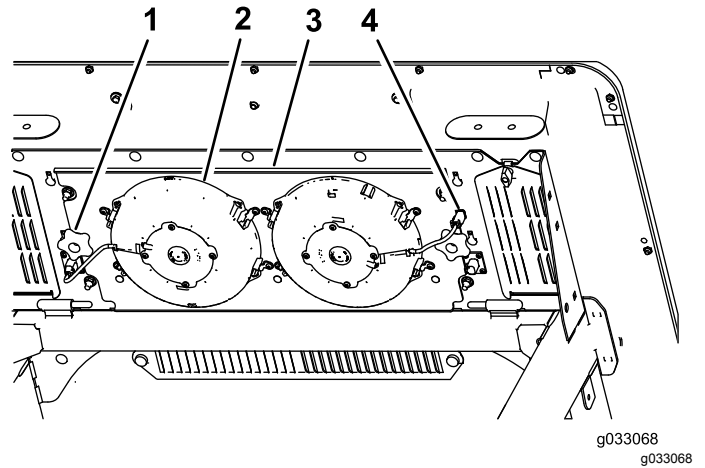

Figure 95
- Languette (4)
- Débranchez le connecteur et le câble d'alimentation des ventilateurs de la prise (Figure 95).
- Bouton (2)
- Ventilateur (2)
- Connecteur et câble (2)
- Retirez les 2 boutons qui fixent le panneau de ventilateurs et les ventilateurs sous le haut de la cabine (Figure 95) et déposez l'ensemble.